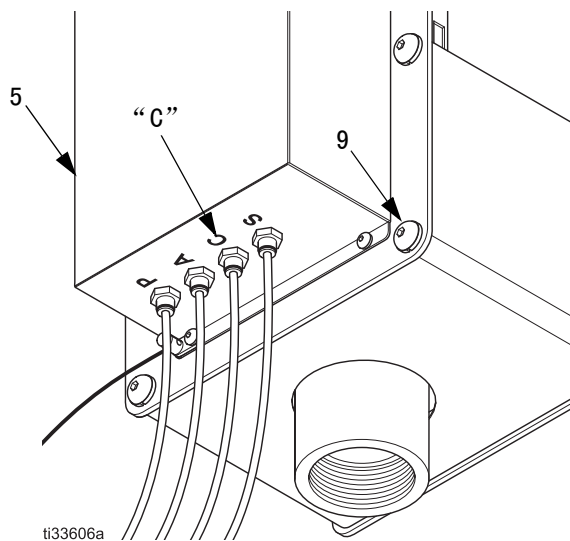
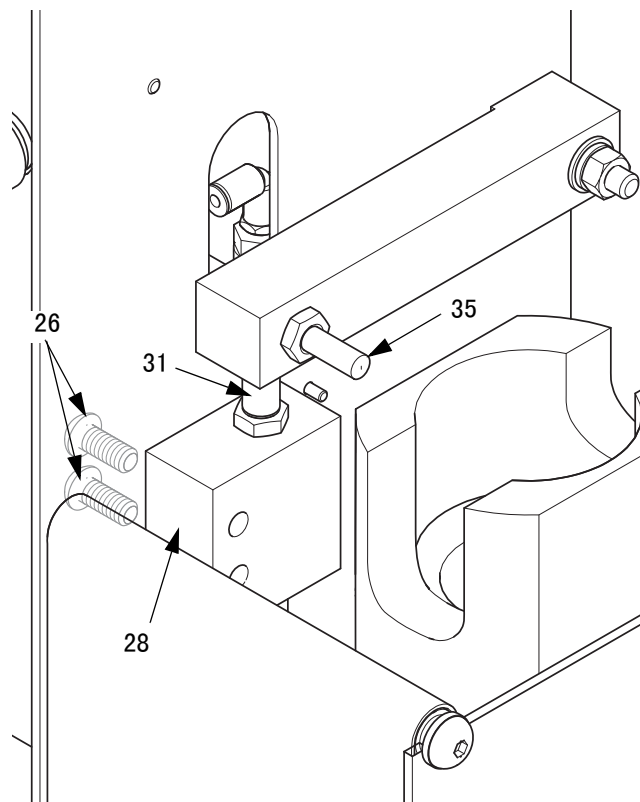

图 9：洗枪盒护盖和气动管件
图 10：设置扳机高度
2. 拆下将盖板 (5) 固定至洗枪盒的四颗螺钉 (9)。请见图 9。
3. 将空气连接至端口 C 以强制触发气缸。接通空气以伸出缸杆 (31) 和 (35)。
4. 将洗枪盒侧面上固定缸体 (28) 的两颗螺钉 (26) 拧松。请见图 10。
5. 升起缸体 (28)，直到销子 (35) 完全打开扳机为止。请见图 10。
6. 拧紧缸体 (28) 适当位置处的两颗螺钉 (26)。